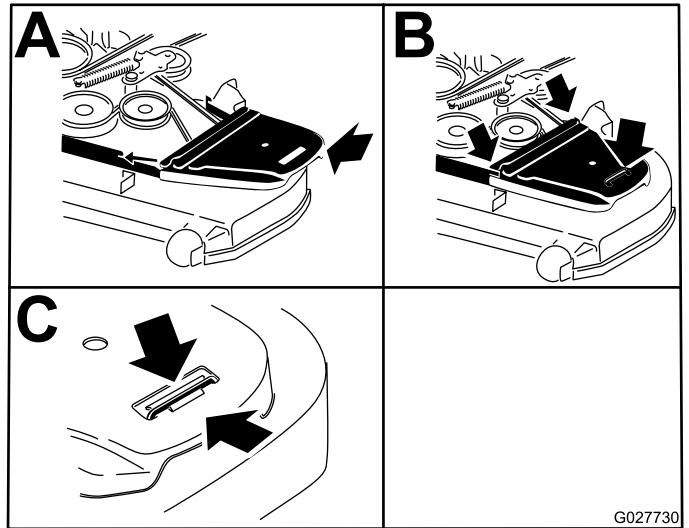

Bild 85
- 12. Bringen Sie die Riemenabdeckungen wieder an (Bild 85).
Die Bundmutter kann eingestellt werden, um einen besseren Widerstand zu erhalten, wenn die Fahrantriebshebel in die ARRETIERTE NEUTRAL-Stellung gebracht werden. Einstellungsoptionen finden Sie in Bild 85.